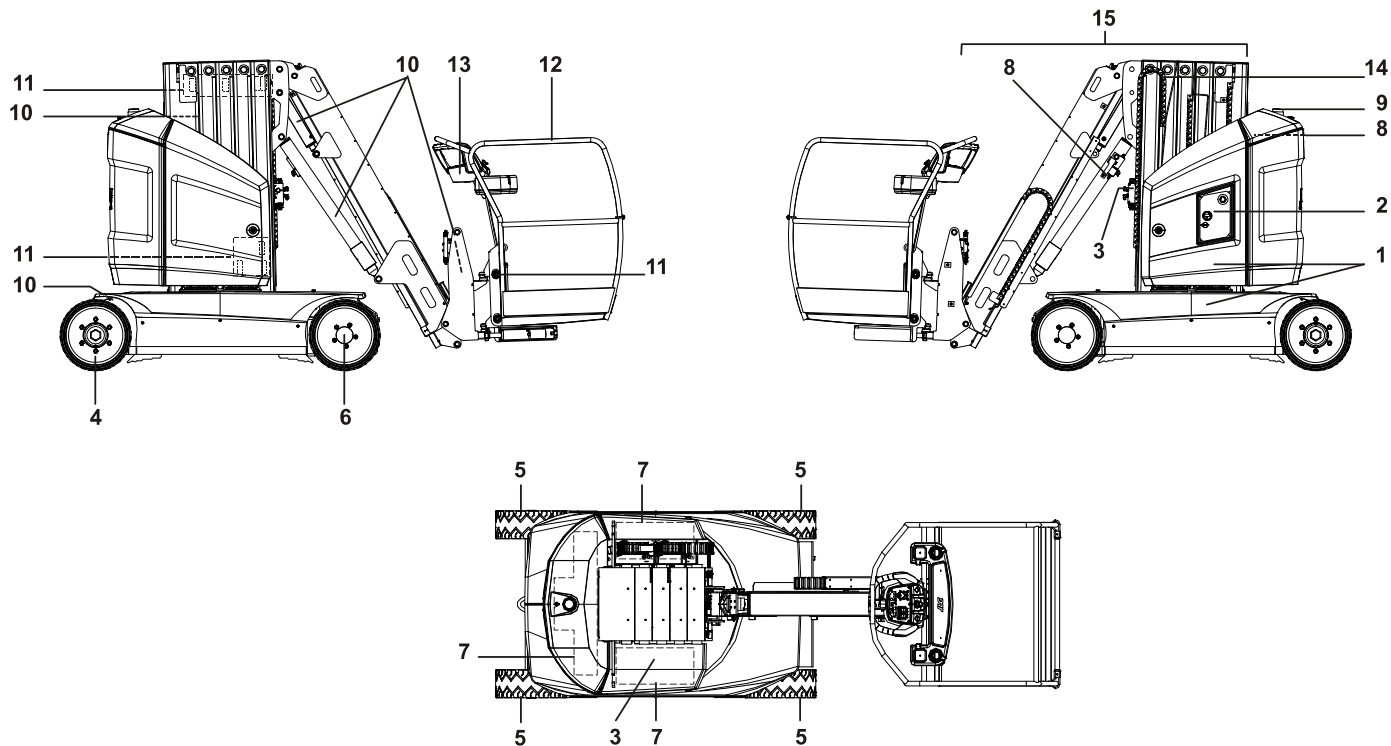

Рис. 2-1. Ежедневный общий осмотр
5. **Обход машины** — см. Рис. 2-1.
Начинайте «обход» с пункта 1, см. Рис. 2-1. Переходите проверку каждого пункта в соответствии с очередностью условий, указанной в приведенном ниже контрольном списке.